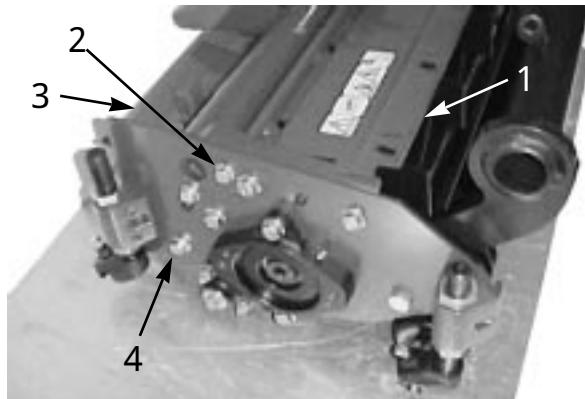

図2
2. シールドを右サイドプレートに固定しているフランジヘッド・キャップスクリュをゆるめ、角度を調整し、再び固定する（図2）。
1. 後シールド（図2）を開けるには、シールドを右サイドプレートに固定しているキャップスクリュをゆるめ、シールドを所望の角度にセットし、キャップスクリュで再び固定する。